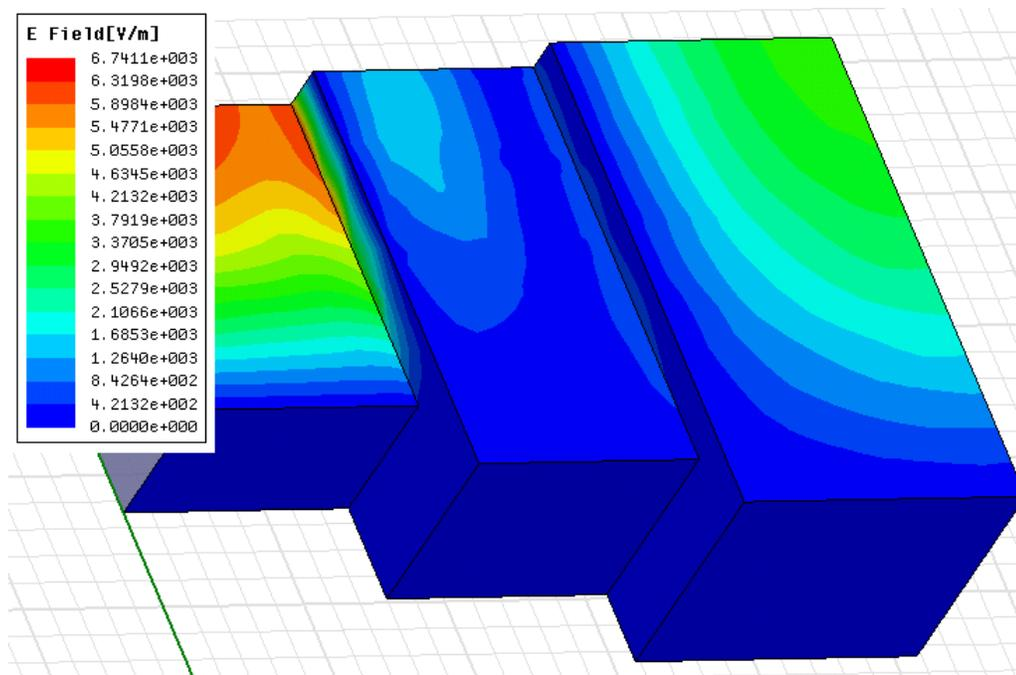

Рис. 8.41. Режим **Fringe** при выводе поля
1. В меню **HFSS** укажите на **Fields**, и затем нажмите **Modify Attributes...**(рис. 8.41). Появляется окно **Select Plot Folder**.
Fringe	Цвет постоянный между точками равного поля (рис.8.41)